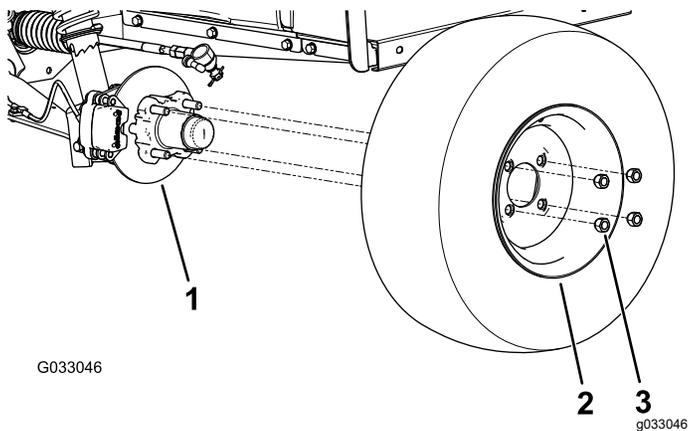

Рисунок 28
2. Отверните 4 зажимные гайки, которые крепят каждое колесо к ступице (Рисунок 28).
4. Совместите отверстия в колесе со шпильками в ступице и установите колесо на ступицу так, чтобы вентиль шины был направлен наружу (Рисунок 28).
5. Закрепите колесо на ступице с помощью зажимных гаек (Рисунок 28).